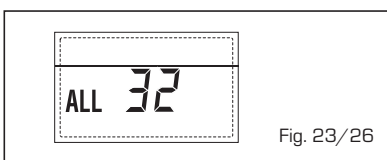

Fig. 23/26
- **ANOMALIA COMUNICAÇÃO PLAQUETA RS-485 EM MODALIDADE MODBUS "ALL 33"** (fig. 23/27)